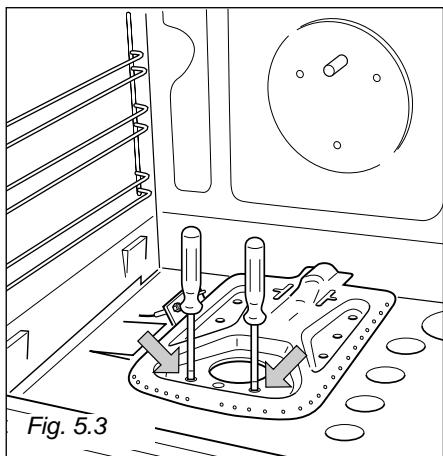

Fig. 5.3
- Desatarraxe os parafusos que fixam o queimador (fig. 5.3).